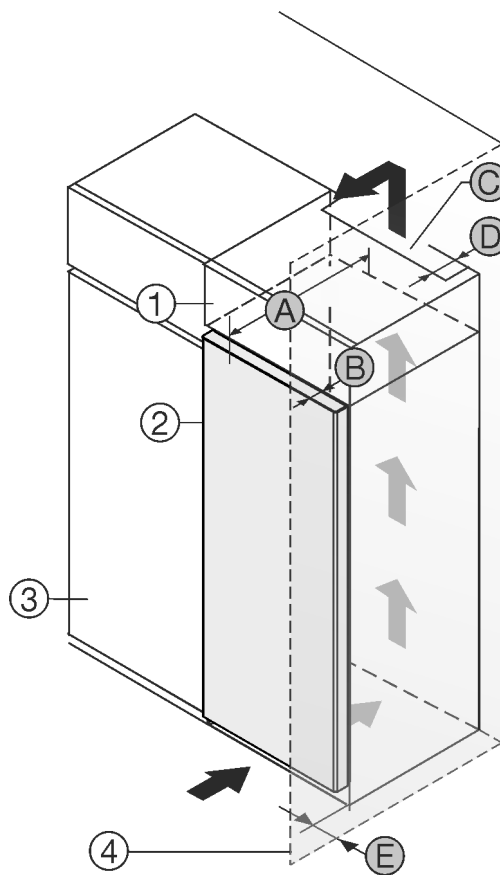

Fig. 1
Ви можете встановити пристрій безпосередньо поряд із кухонною шафою Fig. 1 (3)\*
Зі зворотного боку шафи для встановлення на пристрій слід передбачити вентиляційну шафу завглибшки Fig. 1 (D) на всю ширину цієї шафи.\*
Слід дотримуватись вентиляційного отвору Fig. 1 (C) в стелі приміщення.\*
Якщо пристрій із шарнірами встановлюється поряд зі стіною Fig. 1 (4), відстань між пристроєм і стіною повинна бути не менше 13 мм.\*
Якщо пристрій із шарнірами встановлюється поряд зі стіною Fig. 1 (4), відстань між пристроєм і стіною повинна бути не менше 20 мм.\*
Щоб мати можливість повністю відкривати дверцята, потрібно, щоб пристрій виступав на відстань глибини дверцят Fig. 1 (B) відносно передньої панелі кухонної шафи. Залежно від глибини кухонних шаф Fig. 1 (3) та використання пристінних розпірок пристрій може ще більше виступати вперед.\*